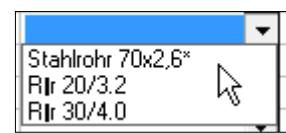

Abb. D 35
3. Klicken Sie in der Auswahlliste der Spalte *Beschreibung* in der nächsten freien Zeile der Tabelle auf das neu eingetragene Stahlrohr (Abb. D 33). In dieser Auswahlliste sind auch alle in der Systemliste eingetragenen Profile, hier Stahlrohre, verfügbar (Abb. D 35).